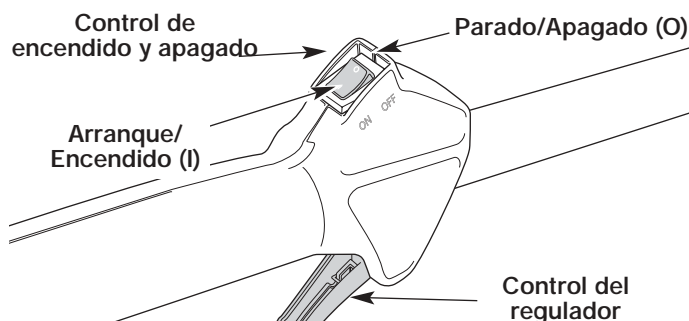

Fig. 6
2. Coloque el control de encendido y apagado en posición de **ENCENDIDO (I)** (Fig. 6).
2. Coloque el control de encendido y apagado en posición de **APAGADO (O)** (Fig. 6).